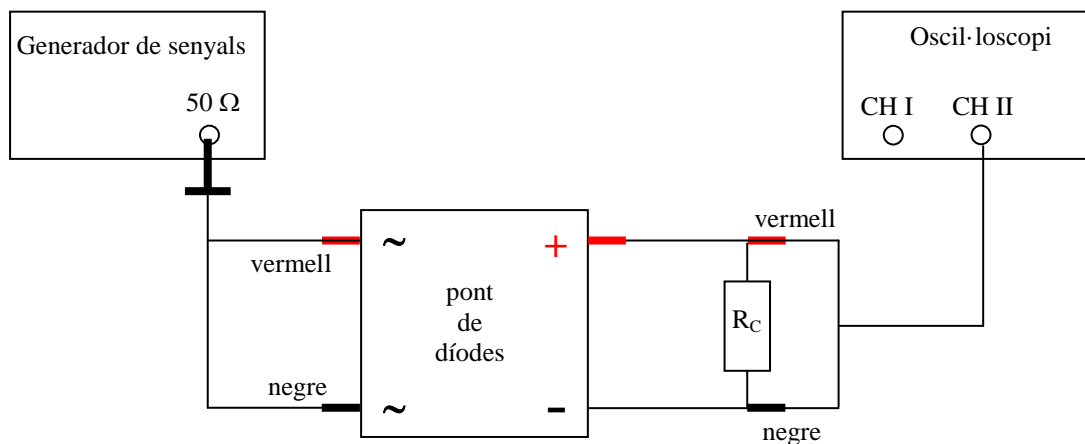

Figura 16
1. Amb el pont de díodes i la resistència de càrrega  $R_C = 1 \text{ k}\Omega$  munteu el circuit que s'esquematitza a la figura 16. **No us oblideu de treure el cable que connecta el generador de senyals i el canal 1 de l'oscil·loscopi.** I poseu l'oscil·loscopi per visualitzar només el canal 2, per a la qual cosa en el HM303-6 cal prémer el botó CH I/II (i en el HM400 cal pitjar el botó CH 2 que hi ha just al costat de la pantalla perquè s'il·lumini).